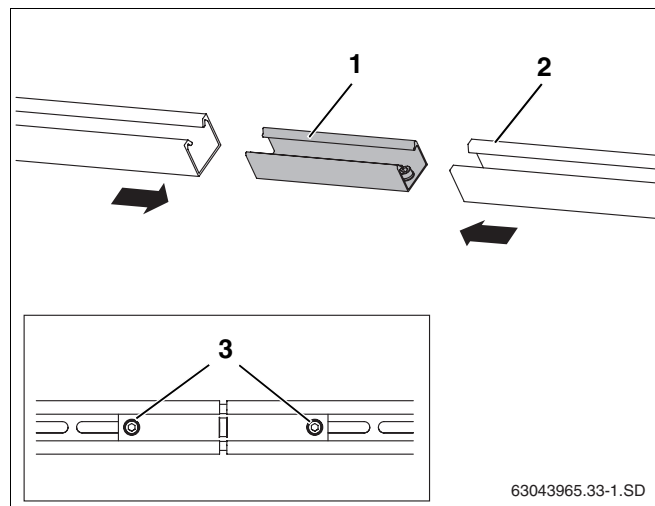

Fig. 31 Collegare le guide profilate
- Spingere il giunto ad innesto (fig. 31, **pos. 1**) fino all'arresto in entrambe le guide profilate (fig. 31, **pos. 2**).
- Per eseguire il bloccaggio, serrare i due prigionieri M10 premontati (fig. 31, **pos. 3**) nel giunto ad innesto servendosi della chiave SW5.